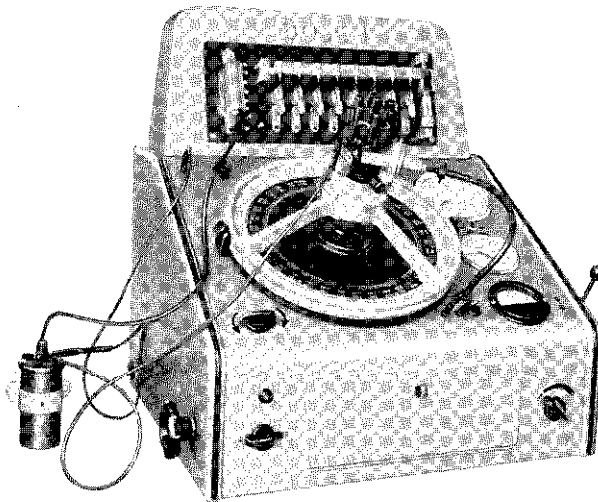

Bild 3
2. Verstelllinien-Prüfung mit einer **fremden** Zündspule (Bild 3)